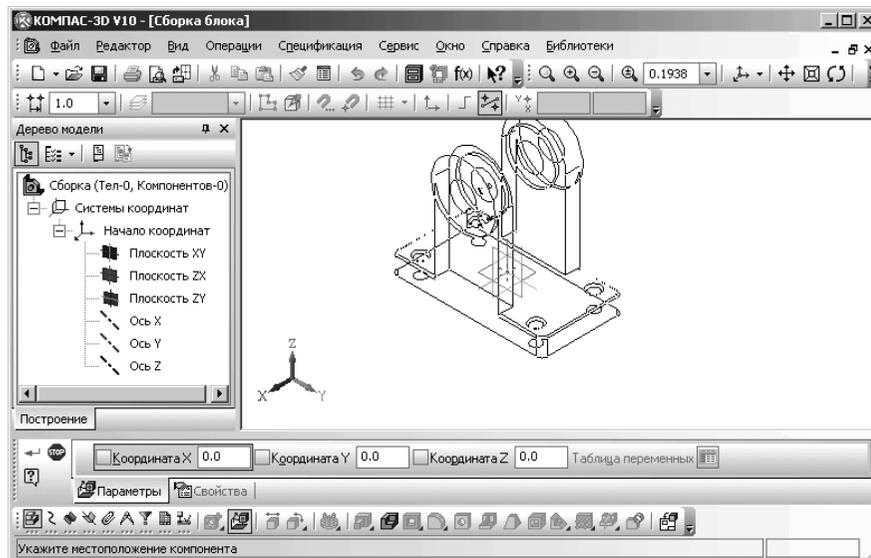

Рис. 6.43. Окно **Сборки** с фантомом базового компонента **Вилка**
- переместите фантом вилки, а точнее его базовую точку (крестик) в начало координат. Окно сборки в этом состоянии может выглядеть так, как показано на рис. 6.43;